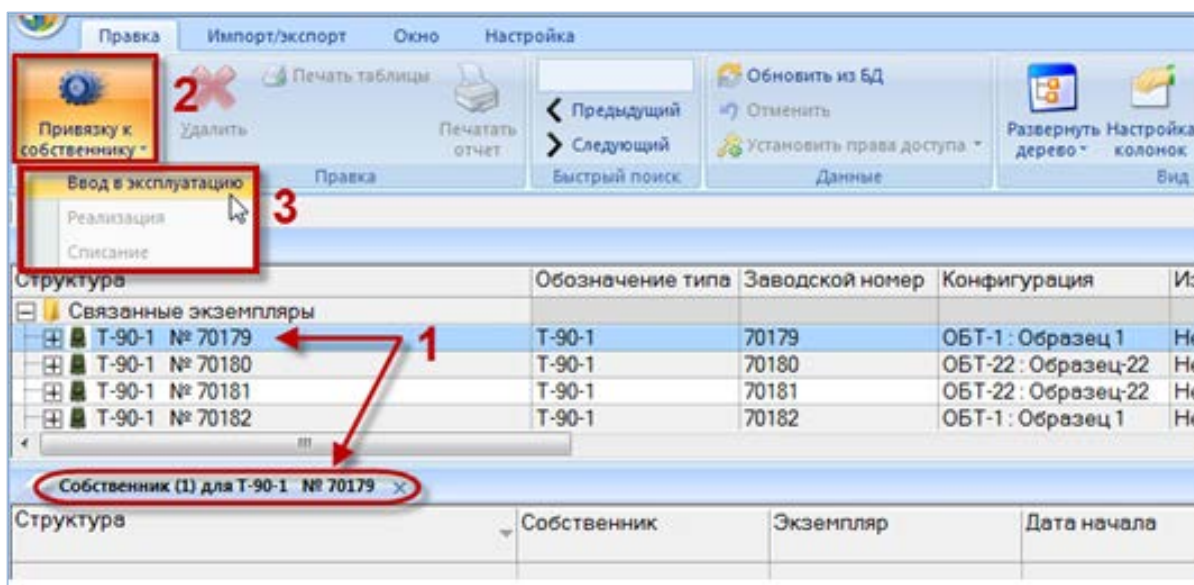

Рис. 22-7 – Создание привязки к собственнику
- 4) Открывается окно связанных объектов «Собственник» для выбранного экземпляра ФИ (1 на рис. 22-7).
5) Перейти в окно связанных объектов «Собственник», нажать кнопку «Привязку к собственнику» панели «Создать» и выбрать пункт «Ввод в эксплуатацию» в открывшемся меню (2 и 3 на рис. 22-7). Если в данный момент для экземпляра ФИ собственник не задан, то доступен только один пункт меню – «Ввод в эксплуатацию».